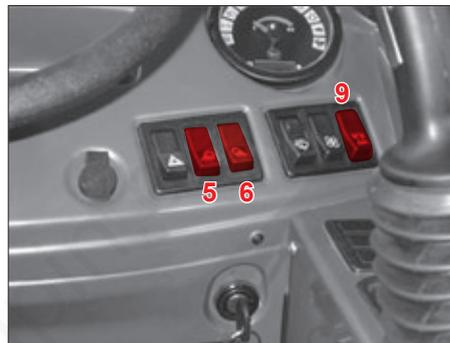

Fig. 34
Læsseren er udstyret med arbejdsprojektører foran og bag på kabinen. Arbejdsprojektørerne aktiveres med vippekontakterne til højre for rattet pos. 5 (fig. 34).
Betjen arbejdsprojektøren på teleskoparmen med vippekontakten pos. 6 (fig. 34) på samme måde.
Kontakten til at tænde den roterende advarselsslampe med sidder i kabinen til højre for rattet (fig. 34).